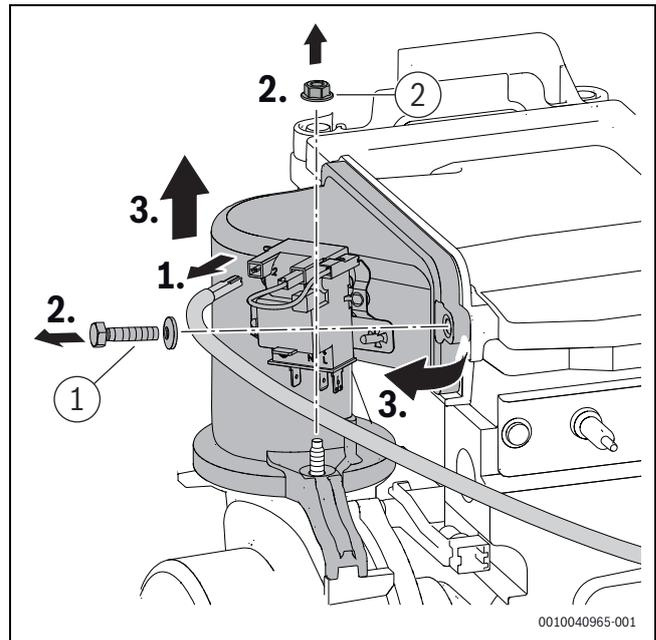

Bild 212 Mischeinrichtung ausbauen
- ▶ Schraube und Mutter ([1] und [2], Bild 212) an der Mischeinrichtung mit 5,5+0,5 Nm festziehen.